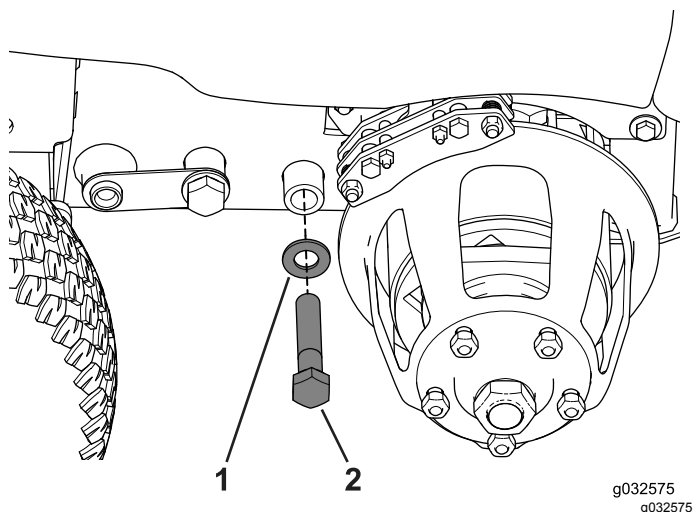

Figura 116
4. Retire os parafusos e as anilhas que estão mais perto dos cubos traseiros (Figura 116).